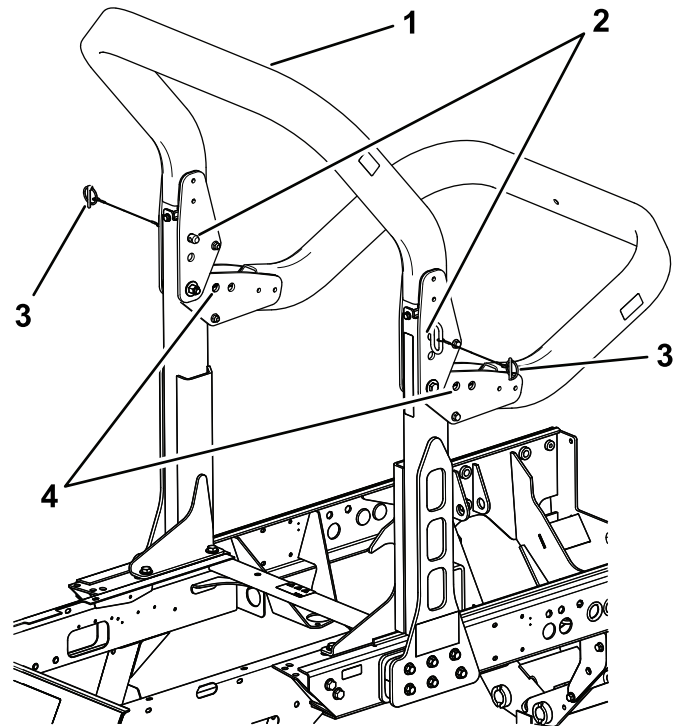

Figure 74
- Soutenez le poids du cadre supérieur de l'arceau de sécurité pendant que vous enlevez les goupilles de verrouillage et les axes de chape des supports de pivot (Figure 74).